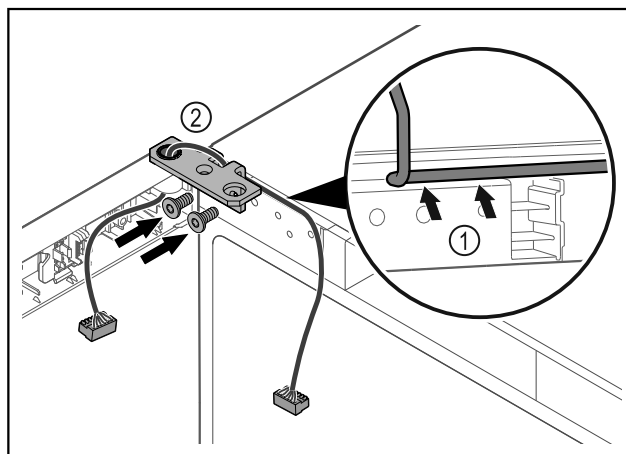

Fig. 39
- ▶ Vedte kabel skrz vybrání úhelníku závěsu a opatrně jej položte Fig. 39 (1).
- ▶ Našroubujte úhelník závěsu Fig. 39 (2).